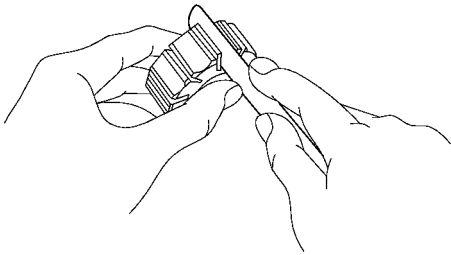

图 16-57 用塞尺测量转子槽和叶片之间的间隙
2) 使用塞尺测量转子槽和叶片之间的间隙，如图 16-57 所示。